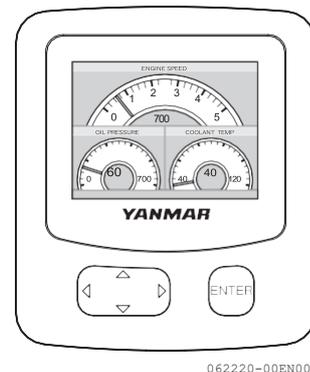

Abbildung 16
- Wenn der Motor anspringt, zeigt das VC20-Display den Bildschirm mit den Motorbedingungen an (**Abbildung 16**).